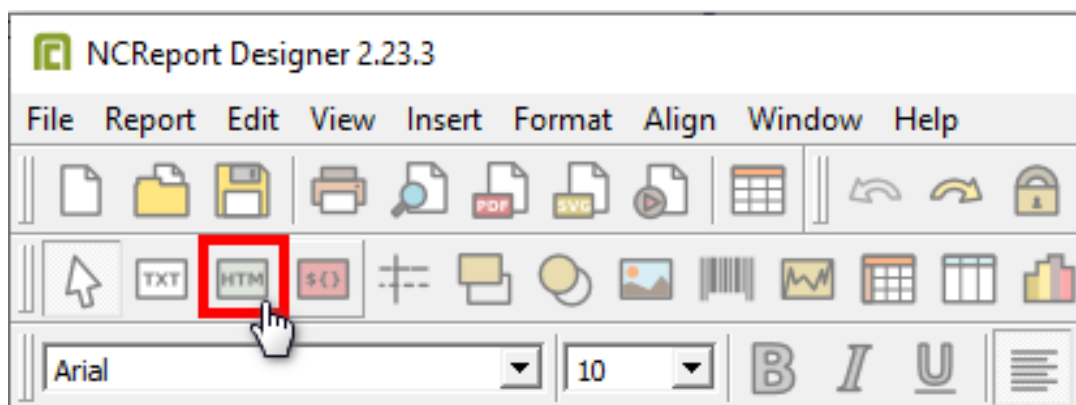

Рисунок 327 - Инструмент Text
1. Выберите инструмент **Text** (Рисунок 327).